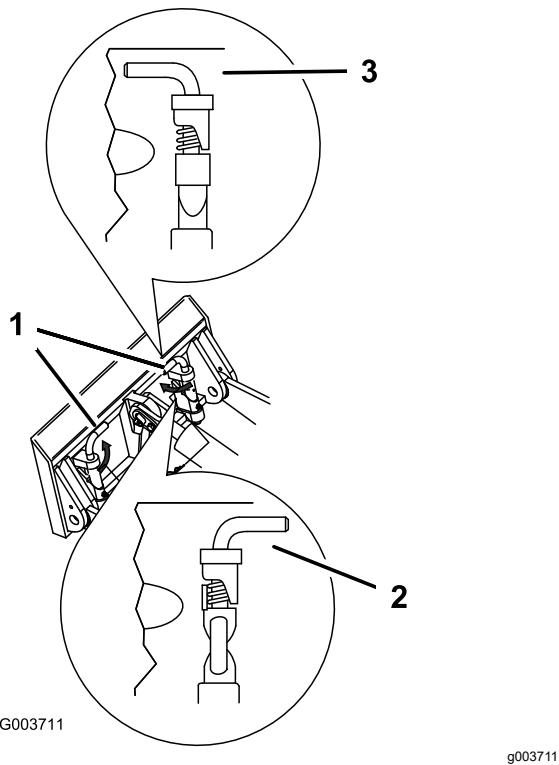

Figura 11
7. Inserite i perni ad attacco rapido, verificando che siano completamente inseriti nella piastra di montaggio (Figura 11).